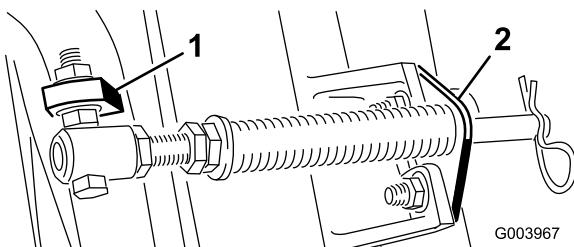

Figura 5
- C. Monte el perno del tubo del muelle a la otra pestaña del bastidor de tiro y fíjelo con la tuerca con arandela prensada. La cabeza del perno debe colocarse en el exterior de la pestaña, según se muestra en Figura 5.
- D. Monte el soporte de la varilla en las pestañas de la unidad de corte con los pernos de cuello cuadrado y las tuercas (Figura 5).